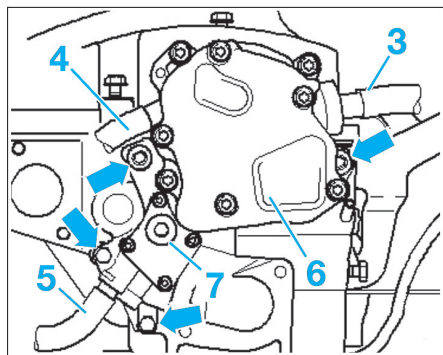

Fig. 40
- Débrancher la conduite de dépression (3) de servofrein de la pompe tandem (6) (Fig.40).
- Raccorder le flexible de retour (2) (repère bleu) sur le filtre à carburant.
- Déposer avec précaution le bouchon de contrôle (7) sur la pompe tandem (Fig.40).
- Brancher en lieu et place du bouchon (7) un manomètre muni d'un raccord approprié (outil VAS 5187).